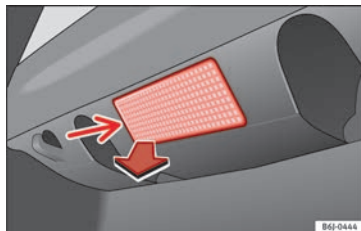

Bild 110 Bakluckeljus
- Ta ut glödlampan genom att trycka på insidans kant med den flata sidan av en skruvmejsel » **bild 110**.